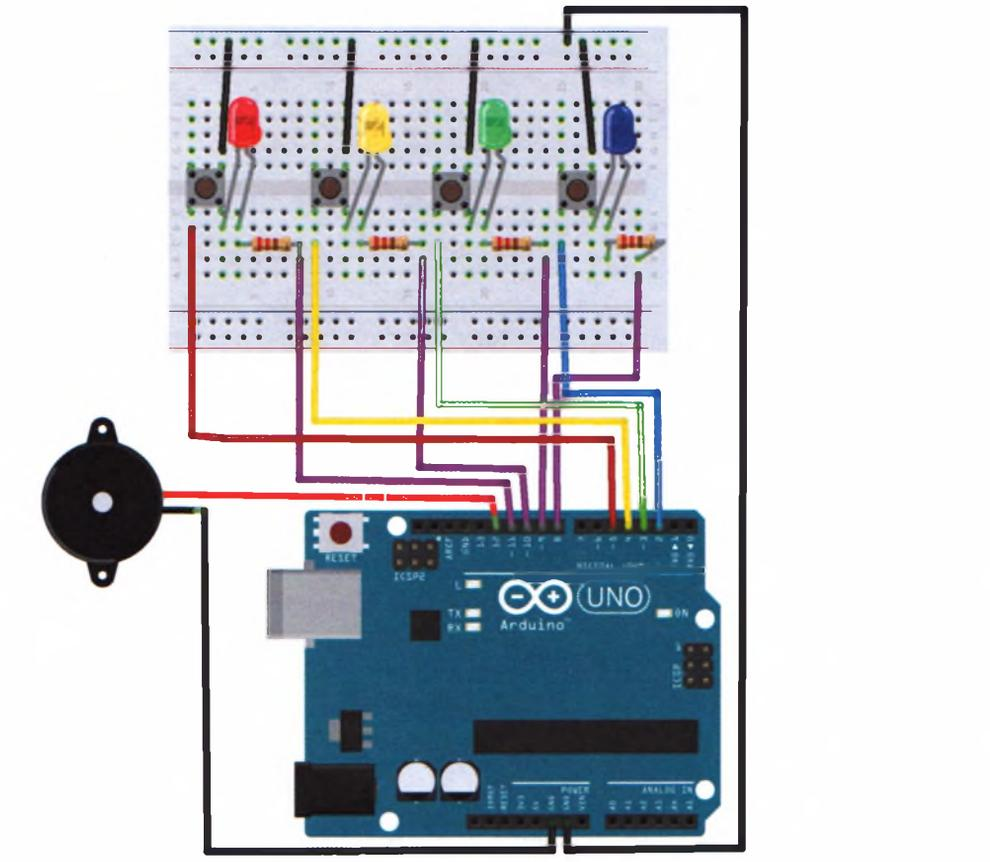

РИСУНОК 8.3
4. Установите светодиоды в макетную плату так, чтобы короткая ножка (катод) каждого из них была соединена с контактом C каждой кнопки. Установите длинную ножку (анод) каждого светодиода в отверстие справа, как показано на рис. 8.3.
5. Установите на макетную плату резисторы с сопротивлением 220 Ом так, чтобы одна из ножек каждого резистора была соединена с длинной ножкой (анодом) каждого светодиода. Другую ножку каждого резистора с помощью перемычек подключите к Arduino к контактам 8–11, как показано на рис. 8.3.
8. Убедитесь, что ваша цепь соответствует схеме на рис. 8.3, а затем загрузите в память Arduino код скетча, приведенный в разделе «Скетч» далее в этом проекте.